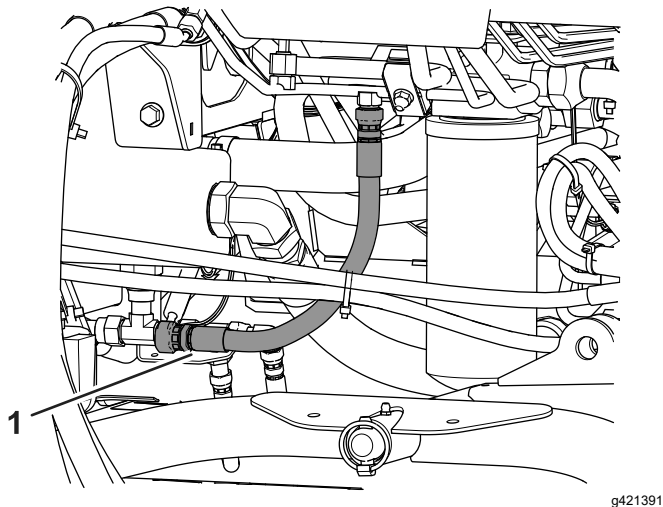

Figure 98
2. Placez un grand bac de vidange sous le raccord monté au bas du réservoir de liquide hydraulique (Figure 98).